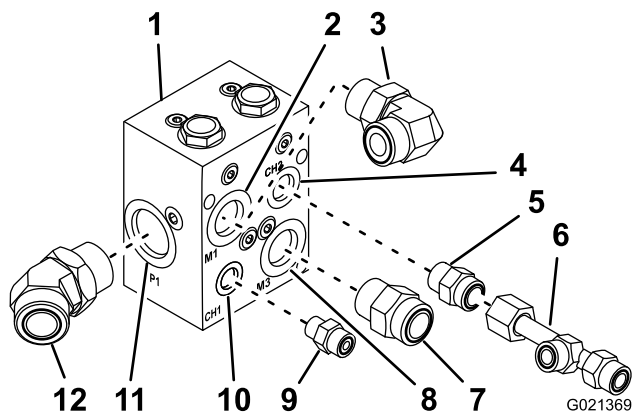

Figura 8
1. Enrosque o encaixe hidráulico de 45° na porta (P1) do colector do divisor de fluxo(Figura 8).